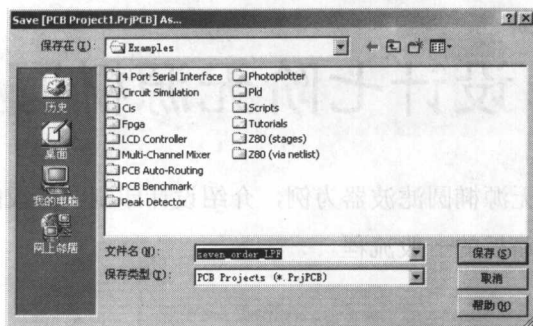

图 1-2 保存项目文件
- (2) 单击菜单命令“File-Save Project”（文件-保存项目），打开如图 1-2 所示的“Save 【PCB Project.PrjPCB】AS...”对话框，选择合适的保存路径，并在“文件名”文本框内输入项目文件名“seven\_order\_LPF”，然后单击 **保存(S)** 按钮，保存该项目文件；
- (3) 在主控工作环境左侧的“Projects”（项目）面板上选中当前设计项目；